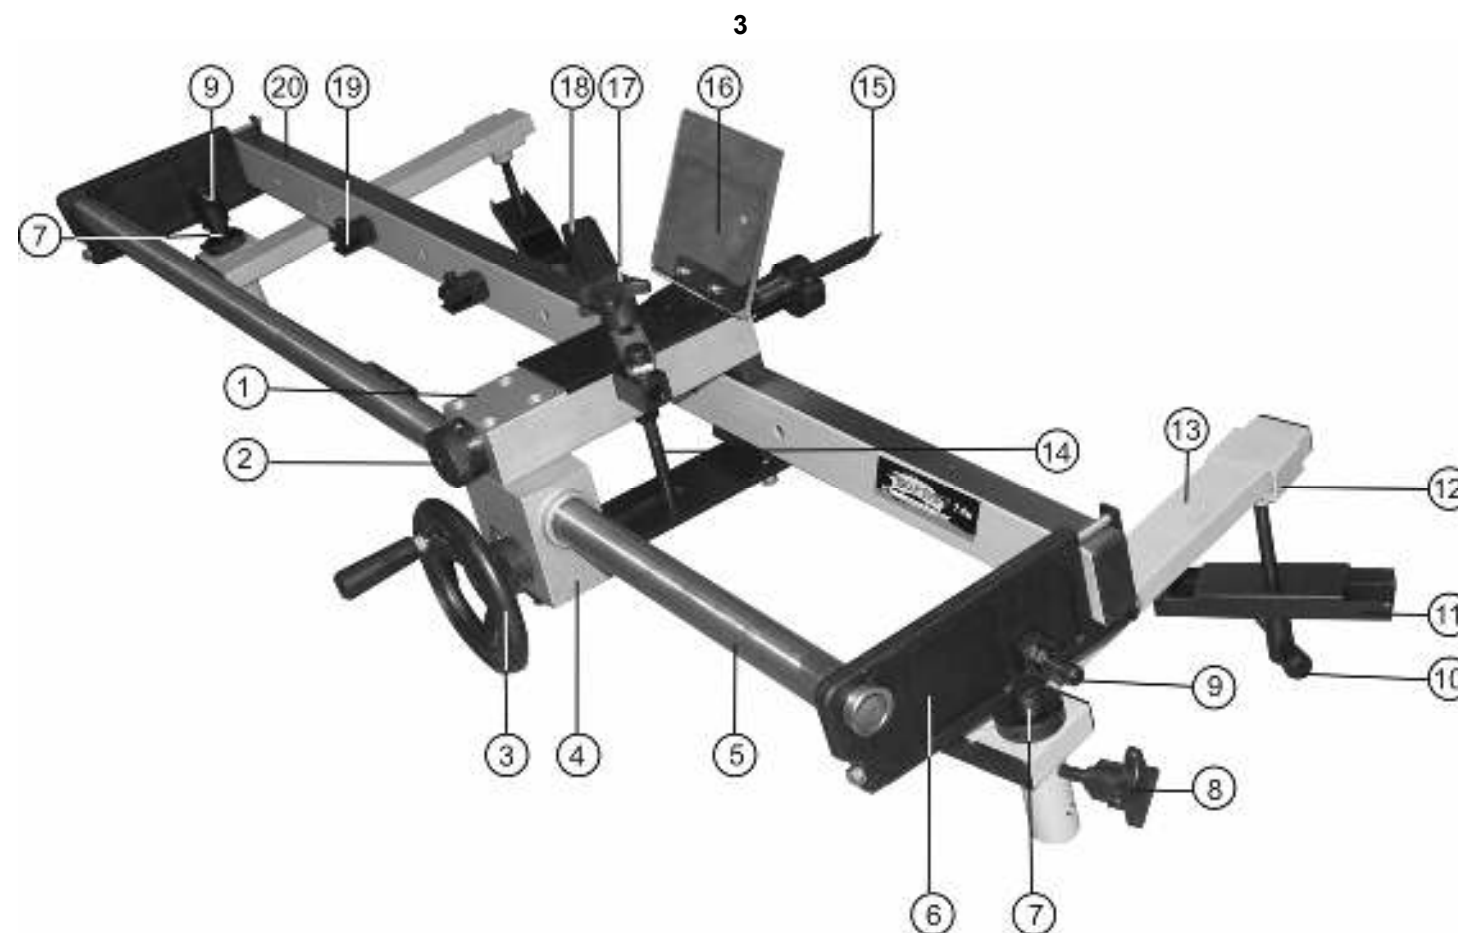

Рис.2
8. ПРИНЦИП РАБОТЫ (Рис.2)
5.1. Элементы приспособления показаны на Рис.2.
6. СБОРКА (Рис.2)
- 6.1.7. Установите защитный экран (16) с помощью двух винтов с пружинными шайбами на каретку (1) приспособления.
7. РЕГУЛИРОВКА (Рис.2)